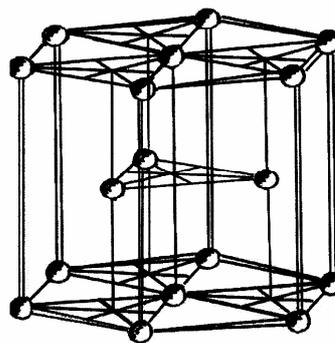

Рис. 3. ГПУ – гексагональная плотноупакованная решетка
3) гексагональная плотноупакованная – ГПУ (рис. 3) Такую решетку имеют металлы: Mg,  $Ti_{\alpha}$ , и др.